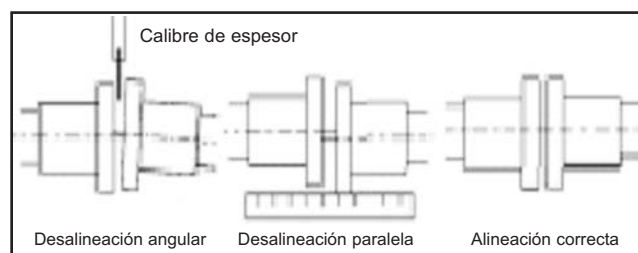

Figura 7- Alineación del acoplamiento
1. Se DEBERÁ conservar la alineación angular y paralela del acoplamiento de acuerdo a las instrucciones del fabricante del acoplamiento ; ver la figura 7.